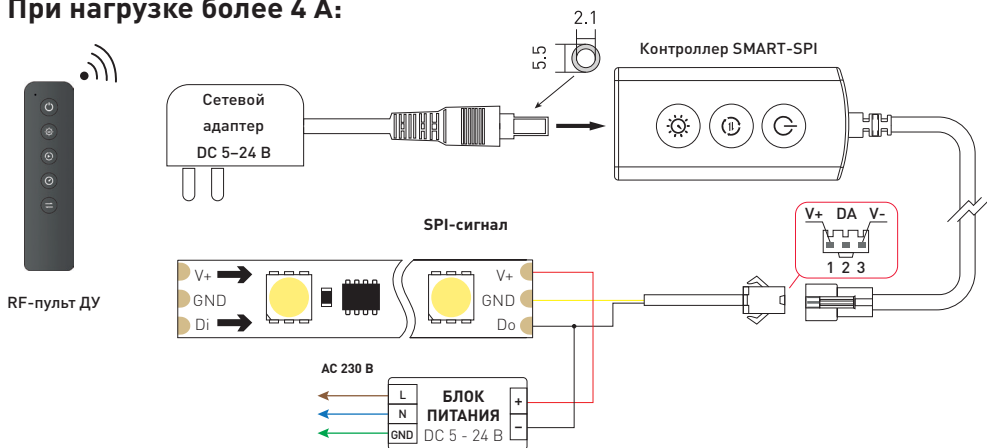

Рис. 2. Схема подключения контроллера для управления SPI-лентой
- 3.5. Подключите контроллер согласно одной из схем, представленных на рис. 2–4.